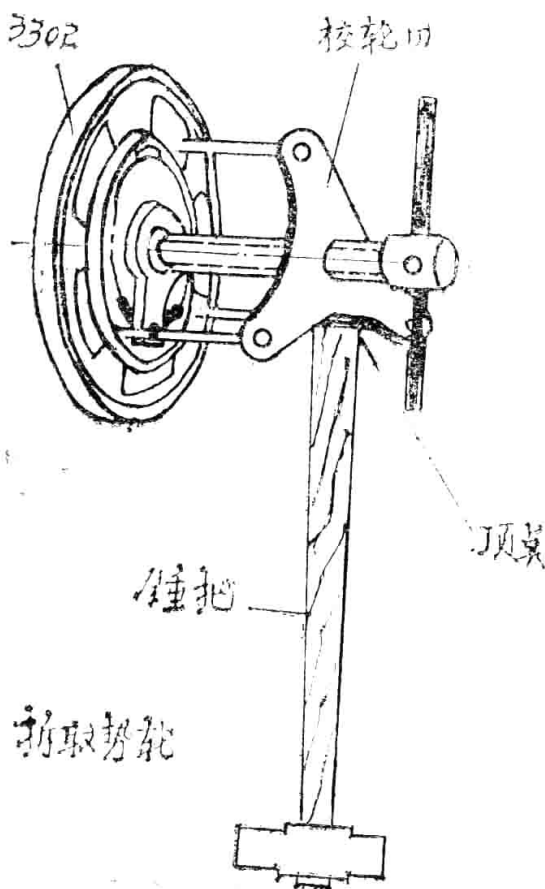

图 2
1、拆取势轮(3302)时，先将拔轮器套在势轮上，用大锤手柄垫牢。然后转动摇把，待势轮与键松脱后停止转动，手抓势轮连同拔轮器一同取下。注意防止势轮松脱后落下伤人见图2。